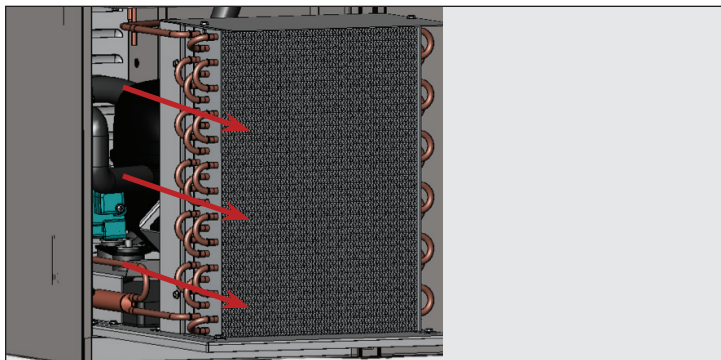

Abb. 7. Die Verflüssigereinheit vorsichtig herausziehen.
8. Schieben Sie den Verflüssiger vorsichtig heraus (die Schlauchverbindungen sind flexibel). Siehe Abb. 7. Spülen Sie das Verflüssigerregister vorsichtig mit Druckluft oder CO₂ durch, bis es sauber ist.